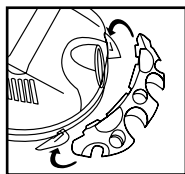

FIGURE 10
11. Placez-vous derrière l'appareil. Saisissez le porte-outils et positionnez-le avec les ongles face au dos de l'appareil. **FIGURE 10.**